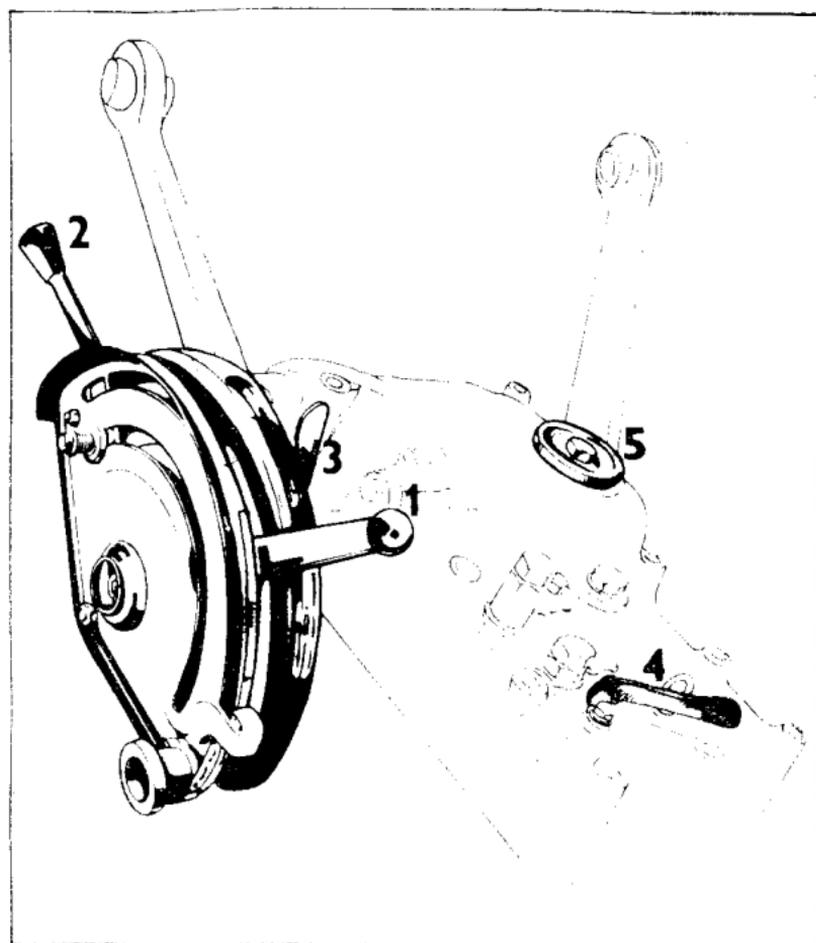

Fig. 6
1. Levier de commande du circuit extérieur de relevage hydraulique (fig. 6/1).
2. Levier de commande du circuit intérieur de relevage hydraulique (fig. 6/2).
3. Levier sélecteur de relevage hydraulique (fig. 6/3)
4. Manette de commande de la vitesse de réaction (fig. 6/4).
5. Bouchon magnétique du filtre à huile de relevage hydraulique (fig. 6/5).